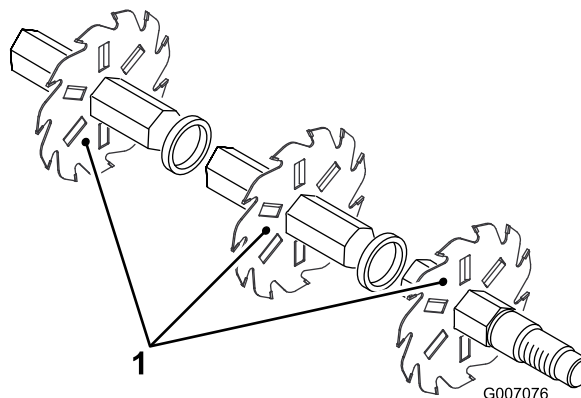

Figura 15
4. Instale el siguiente hilo en sentido anti-horario de forma que el orificio de referencia de indexación no quede alineado con el orificio del primer hilo con un lado hexagonal del eje de diferencia (Figura 15). Continúe instalando espaciadores y hilos de esta forma hasta que se haya instalado todo el juego de hilos. Una vez montados de forma adecuada, los hilos se centrarán en el eje y quedarán escalonados de forma que conformen una hélice.